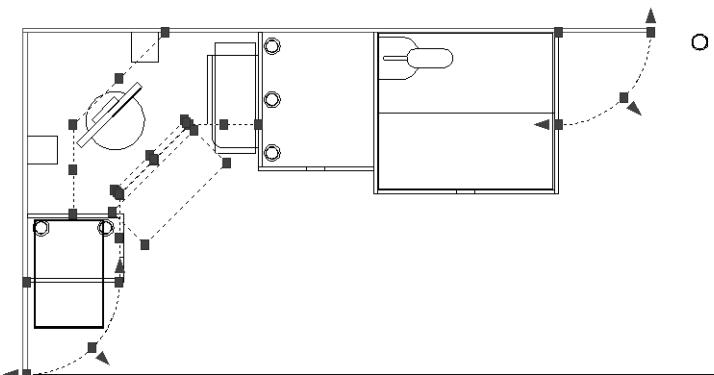

Рис. 6.16 ▼ Набор выделенных объектов для перемещения на слой Высота 720
2. Выделив контур порога, щелкните на контуре подставки под клавиатуру, вертикальной и горизонтальной линии нижней угловой полки (с шириной в прямолинейной части 400 мм), вертикальной и диагональной линии верхней угловой полки (с шириной в прямолинейной части 200 мм), а также дугах радиусом 400 мм, обозначающих контуры округленных полок. Объекты чертежа должны иметь вид, представленный на рис. 6.16.